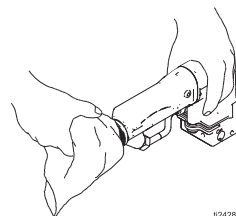

図 18. ガン本体の清掃
5. 溶剤で柔らかい布地を湿らせ、余分な部分を搾り取ります。ガンの外側とシュラウドを清掃します。図 18 を参照してください。